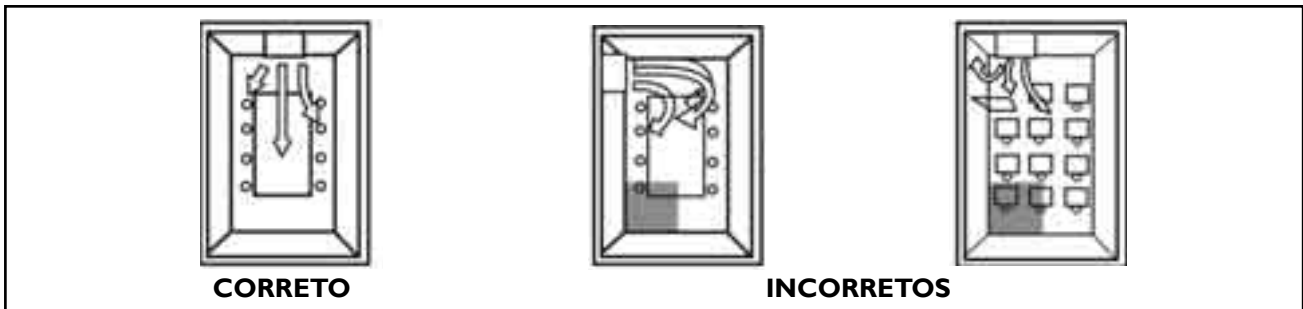

Figura 21 - Posição da evaporadora no ambiente
- A posição da unidade deve ser tal que permita a circulação uniforme do ar em todo o ambiente (figura 21).